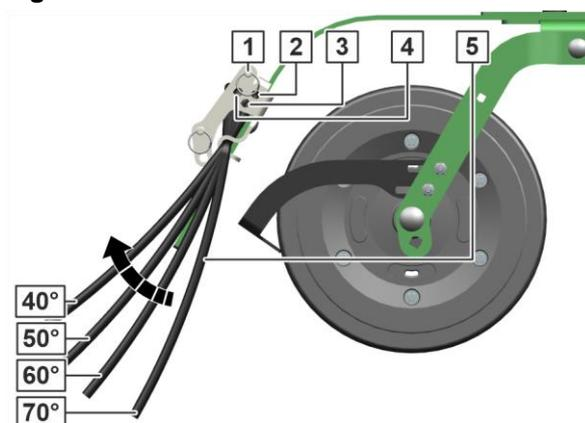

Fig. 282
Damit der Striegelzinken (Fig. 282/5) in einer der vier Positionen arbeiten kann, muss der Sicherungsbolzen in einer der folgenden Bohrungen montiert werden:
- Für 40° in Bohrung (Fig. 282/1).
- Für 50° in Bohrung (Fig. 282/2).
- Für 60° in Bohrung (Fig. 282/3).
- Für 70° in Bohrung (Fig. 282/4).